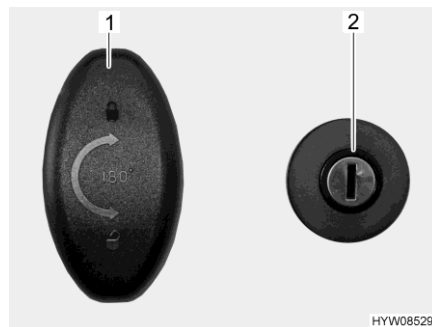

Fig. 51 Serrure de la porte (porte du garage)
- Insérer la clé dans le barillet (Fig. 51,2) et la tourner dans le sens des aiguilles d'une montre. Le verrouillage centralisé est alors déverrouillé.
- Tourner la poignée de la serrure (Fig. 51,1) d'un demi-tour dans le sens des aiguilles d'une montre et ouvrir la porte du garage.
- Tourner la poignée de la serrure (Fig. 51,1) d'un demi-tour dans le sens inverse des aiguilles d'une montre.
- Insérer la clé dans le barillet (Fig. 51,2) et la tourner dans le sens inverse des aiguilles d'une montre. Le verrouillage centralisé est alors verrouillé.